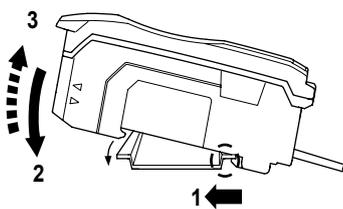

Рис. 1
1. Установите усилитель на DIN-рейку, как показано на рис. 1, выровняйте паз, нажмите по направлению стрелки 2.